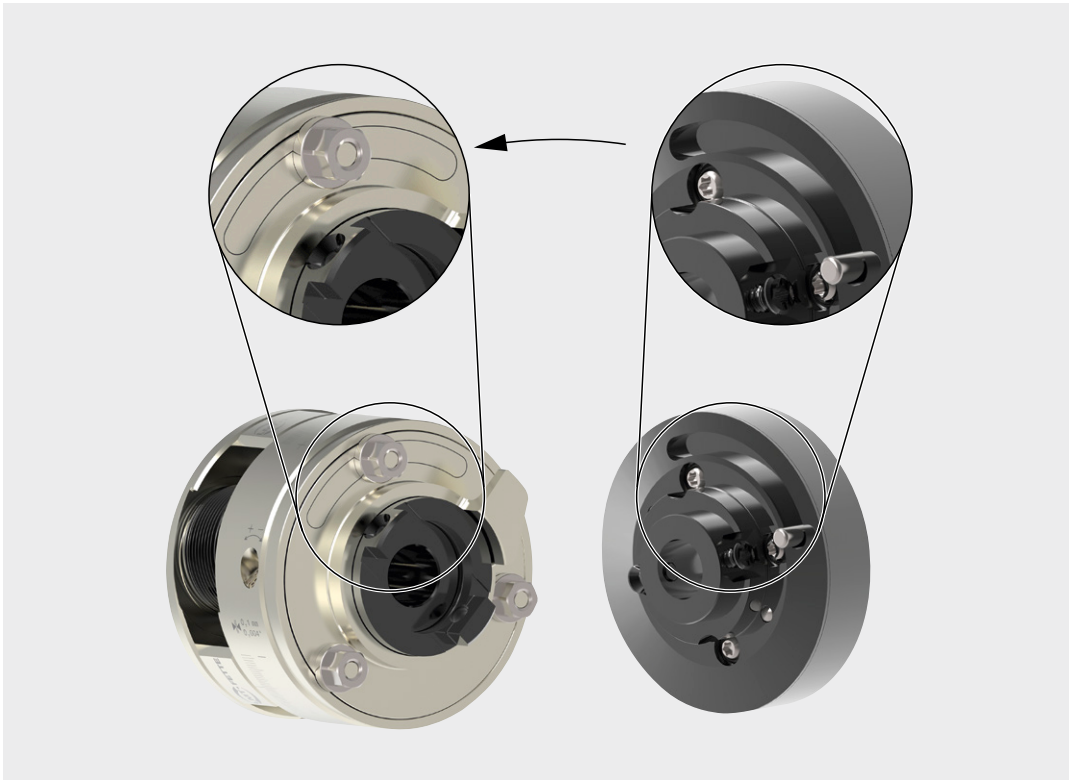

Abb. 27: Einbau Schließeinheit
10. Setzen Sie die *Schließeinheit* auf die Trennstelle des *Rollkopfs*. Bitte beachten Sie die Markierungen auf dem Späneschutz. Die Schließzylinderstiftnut in der *kühlmittelbetriebenen Schließeinrichtung* muss mit der Markierung auf dem Späneschutz übereinstimmen (siehe Abb. 27).